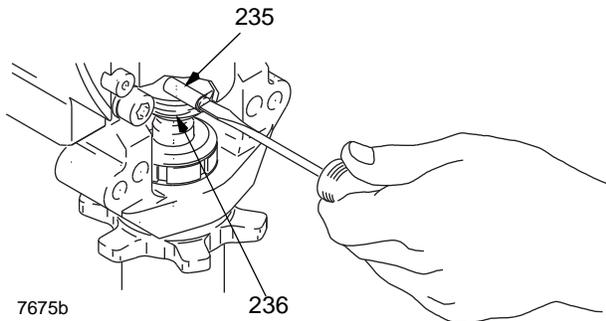

FIG. 1
3. Desenrosque el tubo de aspiración (34) de la bomba, sujetando con una llave la válvula de admisión (A) para evitar que la bomba se afloje.
4. Desconecte la manguera de salida de la bomba (100) del racor de salida de la base de bomba (60).
5. FIG. 1. Empuje con un destornillador el resorte de retención (236) para sacarlo por la parte superior de la bomba. Extraiga el pasador (235).